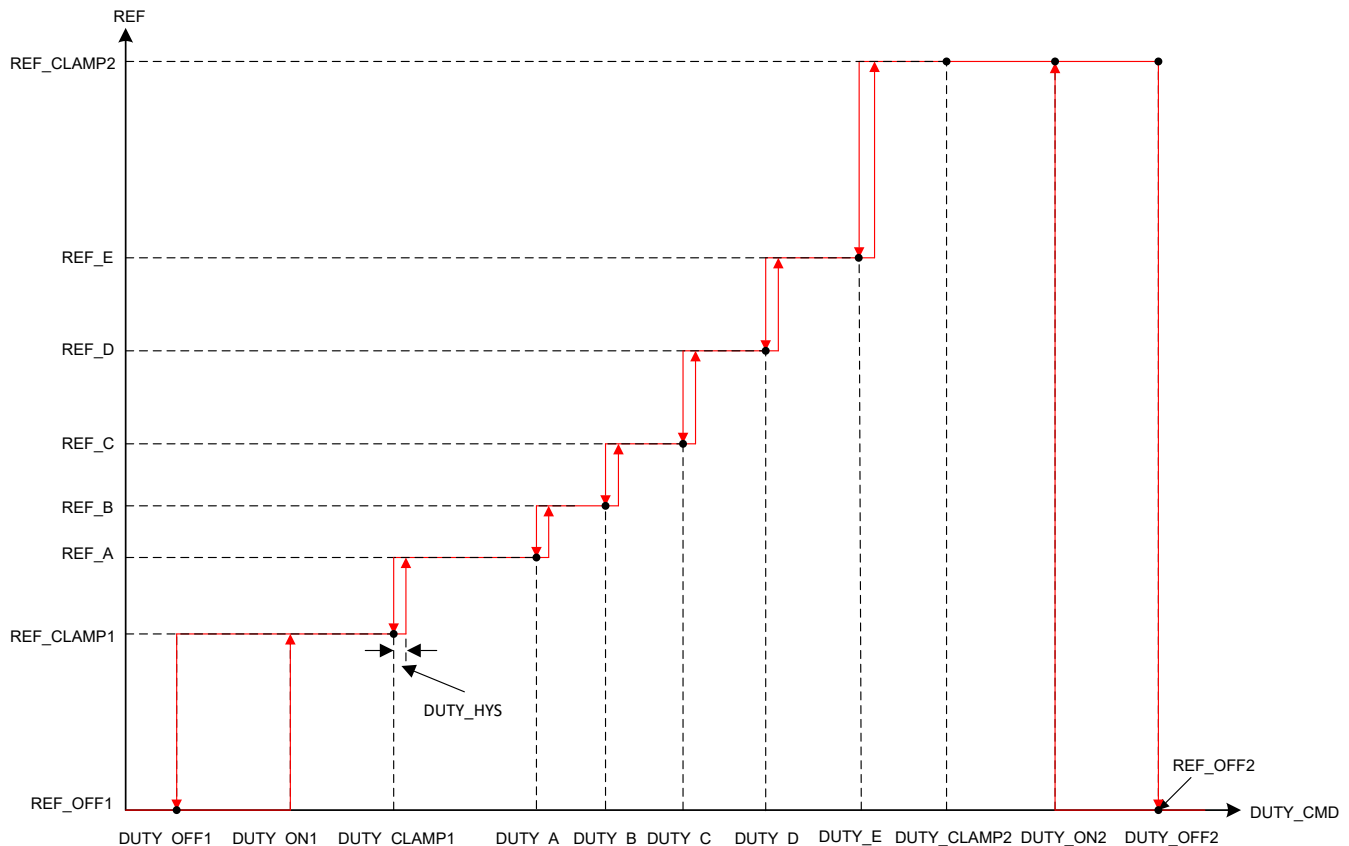

図 7-12. 階段制御プロファイル
- DUTY_OFF1 と DUTY_ON1 は、リファレンス制御入力 REF_CLAMP1 および REF_OFF1 間を遷移する際のヒステリシスを設定します (図 7-12 を参照)。
- DUTY_A は、リファレンス REF_A のデューティ・コマンドを設定します。このリファレンスは、DUTY_CLAMP1 において REF_CLAMP1 から REF_A に階段的に変化します。DUTY_A から DUTY_E は、図 7-12 と同じ順序である必要があります。
- DUTY_OFF2 と DUTY_ON2 は、リファレンス制御入力 REF_CLAMP2 および REF_OFF2 間を遷移する際のヒステリシスを設定します (図 7-12 を参照)。